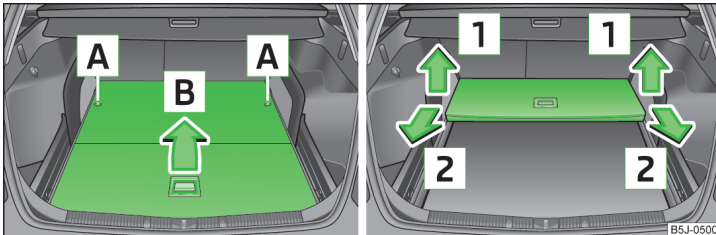

Abb. 68 Variablen Ladeboden zusammenklappen / herausnehmen
- Den variablen Ladeboden durch Drehen der Sicherungsbolzen **A** nach links um ca. 180° entriegeln » Abb. 68.
- Den variablen Ladeboden in Pfeilrichtung **1** » Abb. 68 hochklappen und durch Ziehen in Pfeilrichtung **2** herausnehmen.